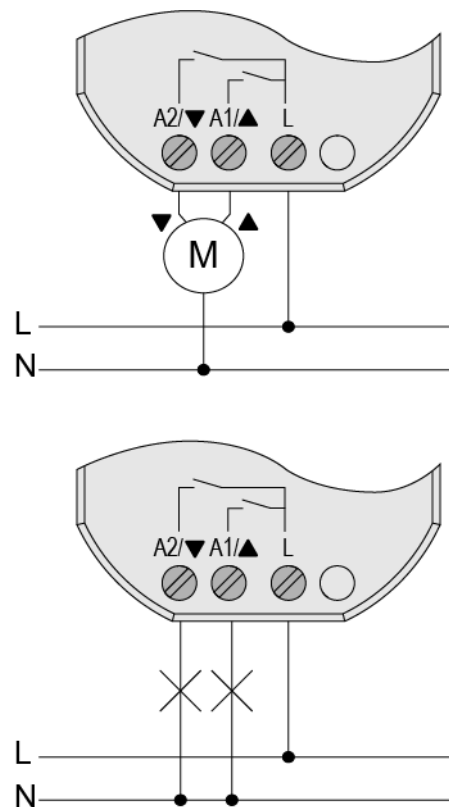

рисунок 5: Подключение нагрузки
- Подключите нагрузку согласно примеру подключения (см. рисунок 5).